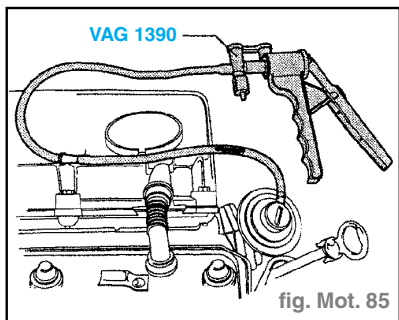

fig. Mot. 85
- la membrane doit se déplacer en direction du raccord de dépression (s'en assurer en palpant par le bas) (fig. Mot. 85).